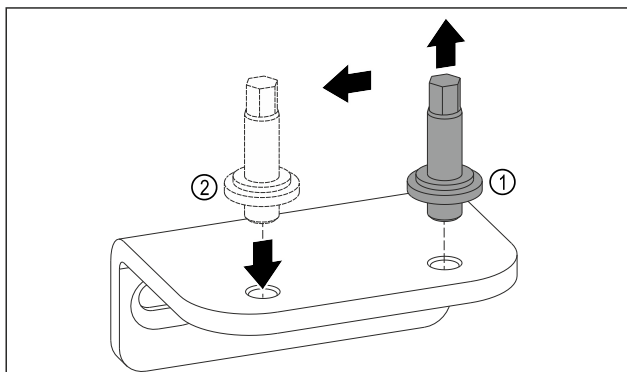

Fig. 13
- ▶ Bolzen des unteren Lagerbocks mit Außensechskantschlüssel SW5 herausdrehen. Fig. 13 (1)
- ▶ Bolzen auf der Gegenseite einsetzen. Fig. 13 (2)